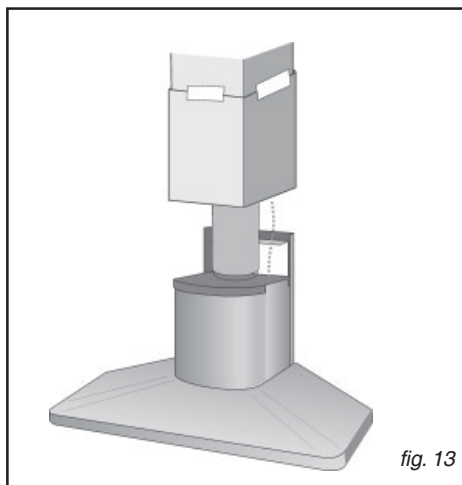

fig. 13
- Soulever la cheminée inférieure, en le bloquant avec un ruban adhésif et raccorder le tuyau souple à la réduction de la hotte (fig. 13).